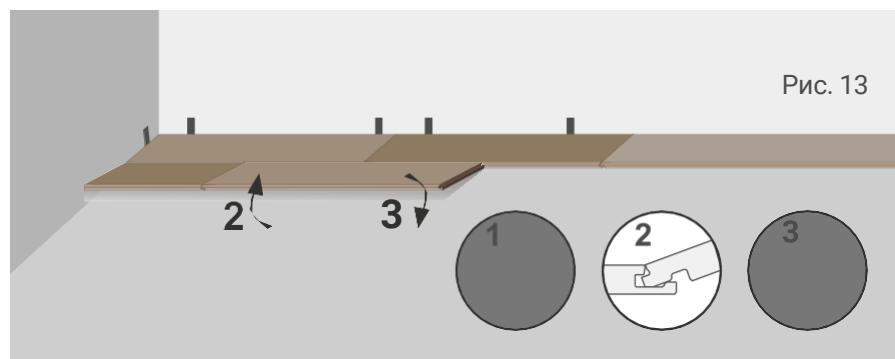

Рис. 13
8.3.2.1 После сборки второго ряда совместить второй ряд с первым рядом под углом 45 градусов по продольной стороне замка, опустить к основанию, прижать вниз (см. рис. 13).